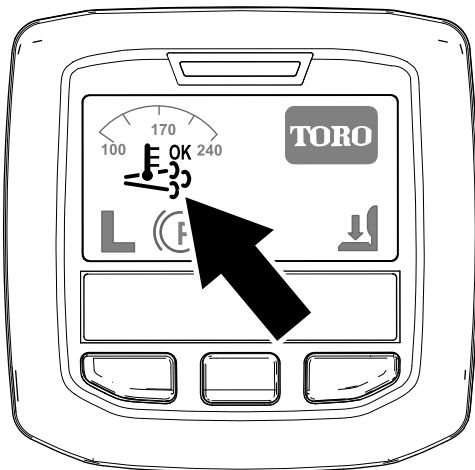

Figura 36
- O ícone da regeneração assistida/de reposição surge no InfoCenter (Figura 36).